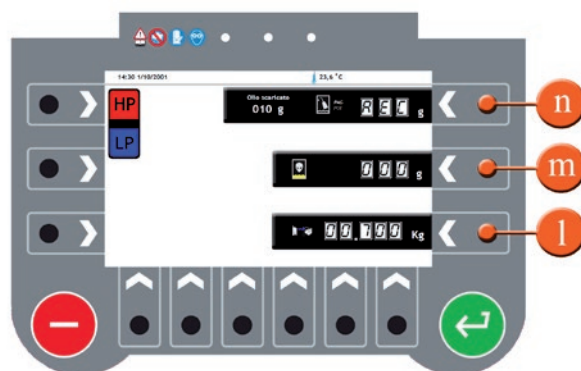

Fig. 035
3. Kies de aansluitzijde, waar de afzuiging plaats moet vinden. Met de knop **n** wordt de service aan beide zijden (**LOW** en **HIGH**) uitgevoerd. met de knop **m** wordt de service alleen aan de **HIGH**-zijde uitgevoerd. Met de knop **l** wordt deze nu alleen aan de **LOW**-zijde uitgevoerd. De aansluitzijde hangt er van af waar de aansluiting op de airconditioning zit. De geselecteerde aansluitzijde wordt op het display geaccentueerd (Fig. 035)
5. Met de knop "**n**" op het instellingenschermb (Fig. 035) kan de oliehoeveelheid worden ingesteld, die bijgevuld moet worden. Met de standaardinstellingen (REC) wordt precies dezelfde hoeveelheid die bij de laatste service van het toestel werd afgezogen, weer bijgevuld. De waarde wordt op het display weergegeven
Op het display verschijnt opnieuw de samenvatting (Fig. 035) voor verdere instellingen.
9. Met de knop "m" in het instellingscherm (Fig. 035) kan de hoeveelheid UV-vloeistof worden ingesteld, die bijgevuld moet worden. De voorinstelling is 0 gram.
12. Met de knop "l" op het instellingenscherf (Fig. 035) kan de hoeveelheid koudemiddel worden ingesteld, die bijgevuld moet worden. De voorinstelling hangt af van de laatste service met het toestel.